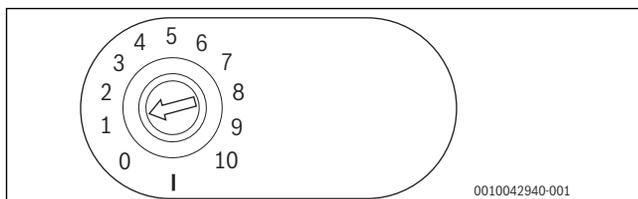

Bild 71 Kodierschalter auf Position 1 = systemintegrierter Betrieb in Kombination mit Wärmeerzeuger
- 1 Kodierschalter (→ Bild 71 und 72, Einstellung siehe → Kapitel 7.2.1, Seite 39)
- X3 Abluftgebläse (B), Zuluftgebläse (A)
- X4 Zuluftgebläse (B), Abluftgebläse (A)
- X10 Abluftgebläse (B), Zuluftgebläse (A) (Modbus)
- X11 Zuluftgebläse (B), Abluftgebläse (A) (Modbus)